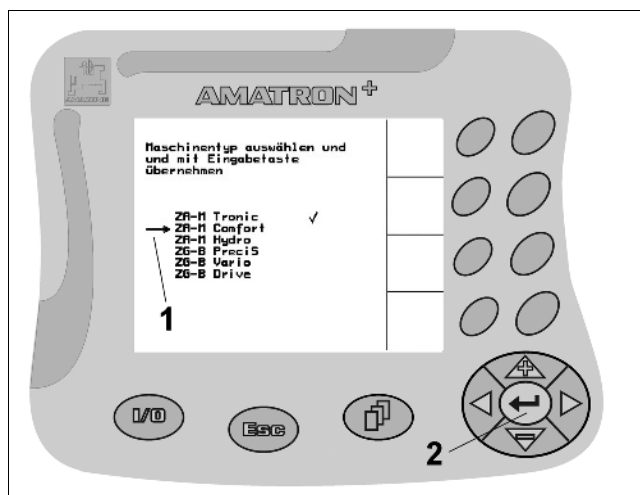

Рис. 14
- Стрелку выбора (Рис. 14/1) установите в нужную позицию при помощи  и .
-  Сохраните выбор (Рис. 14/2).